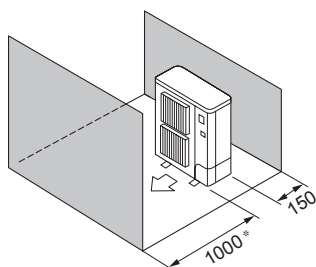

Fig. 2-7
- ⑤ Obstacles à l'avant et à l'arrière (Fig. 2-7)